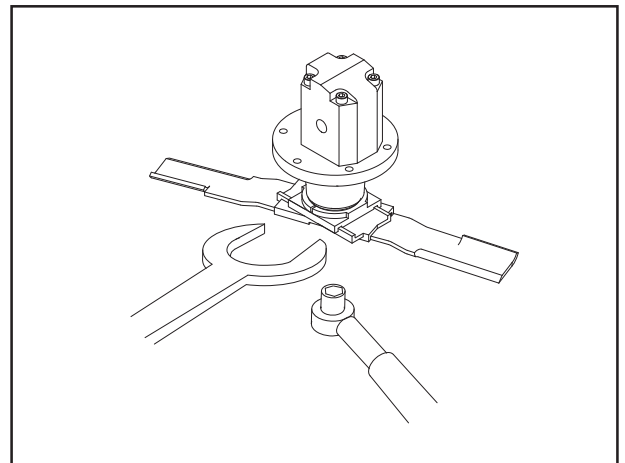

Fig. 23
5. Stringere il bullone sulla lama con una chiave di torsione regolata a 95 Nm (70 ft/lb) (Fig.23).